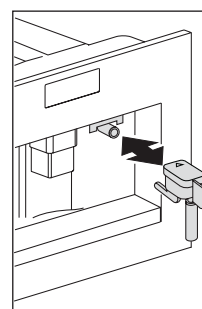

Fig. 13
- ▶ Per riavviare la macchina è necessario inserire l'erogatore acqua qualora non sia inserito (Fig. 13) premere l'icona OK (B9) e il display visualizza "ACQUA CALDA PREMERE OK". Premere l'icona OK (B9) entro alcuni secondi, far defluire l'acqua dall'erogatore per circa 30 secondi. Completata l'erogazione, l'apparecchio torna automaticamente a visualizzare le modalità di base impostate.